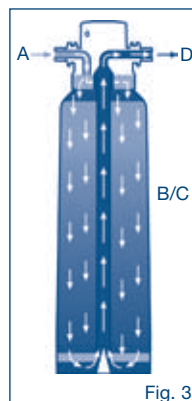

Fig. 3
El agua cruda (A) de los flujos de cartucho de filtro (Fig. 3). En el área (B/C) y las partículas de hierro (II) se pueden retirar.